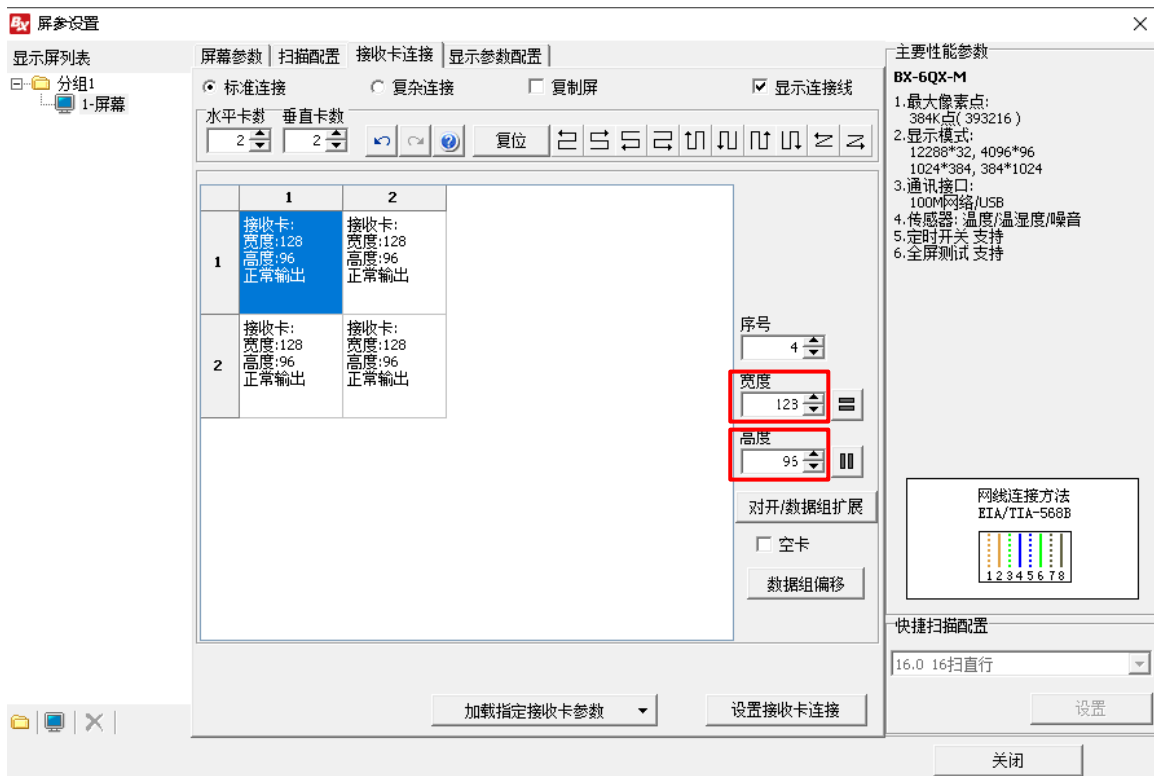

图 10
4. 在接收卡连接界面，设置接收卡的宽度和高度，如下图 10 所示：